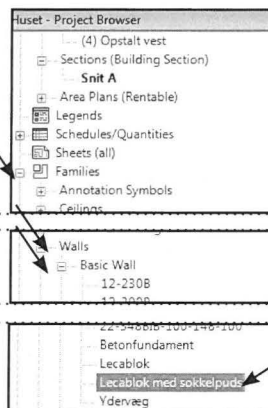

Fig. 14.30. Families - Basic Wall - Lecablok.
- Find frem til den væg der hedder Lecablok med sokkelpuds i *Project Browseren* se Fig. 14.30.